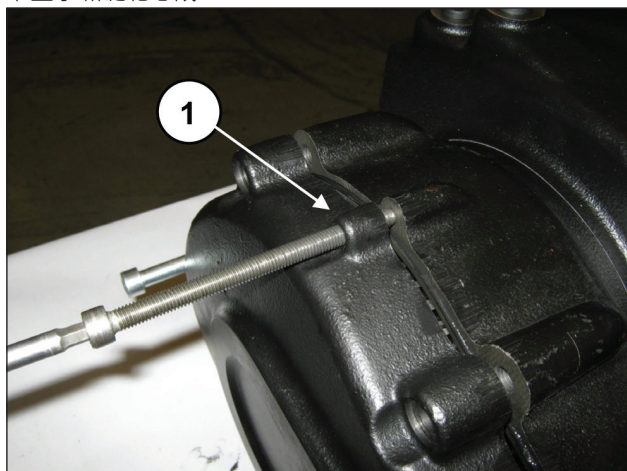

图 6
通过拔取器逐渐拧紧3个M8螺栓 (①, 图 6), 直至完全拆下盖子和链轮总成。